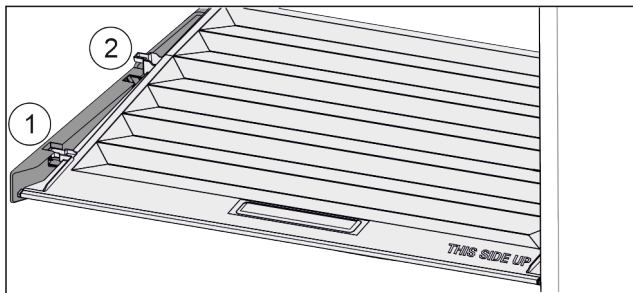

Fig. 29
- Tirer le couvercle vers l'avant jusqu'à l'orifice des pièces de retenue Fig. 29 (1).
- Le soulever par le bas à l'arrière et le sortir par le haut Fig. 29 (2).